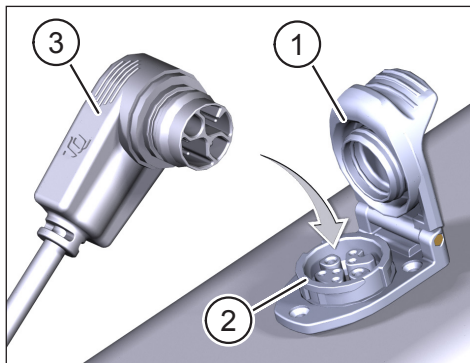

Fig. 14: Batteriladdning
- ▶ Öppna locket (nr 1 i Fig. 14) till laddningsporten (nr 2 i Fig. 14) på cykelramen.
- ▶ Rikta in laddningskontakten (nr 3 i Fig. 14) på laddaren eller räckviddsförlängaren så att polerna för laddningskontakten och laddningsporten matchar (se Fig. 14).
- ▶ Sätt i laddarens eller räckviddsförlängarens laddningskontakt (nr 3 i fig. 14) i laddningsporten.